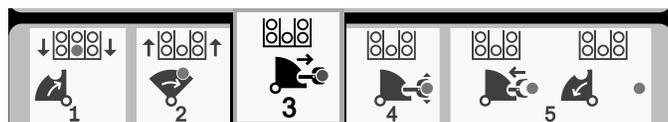

Рисунок 33
6. Отпустите кнопку, чтобы перейти к следующему этапу в последовательности (Рисунок 33).